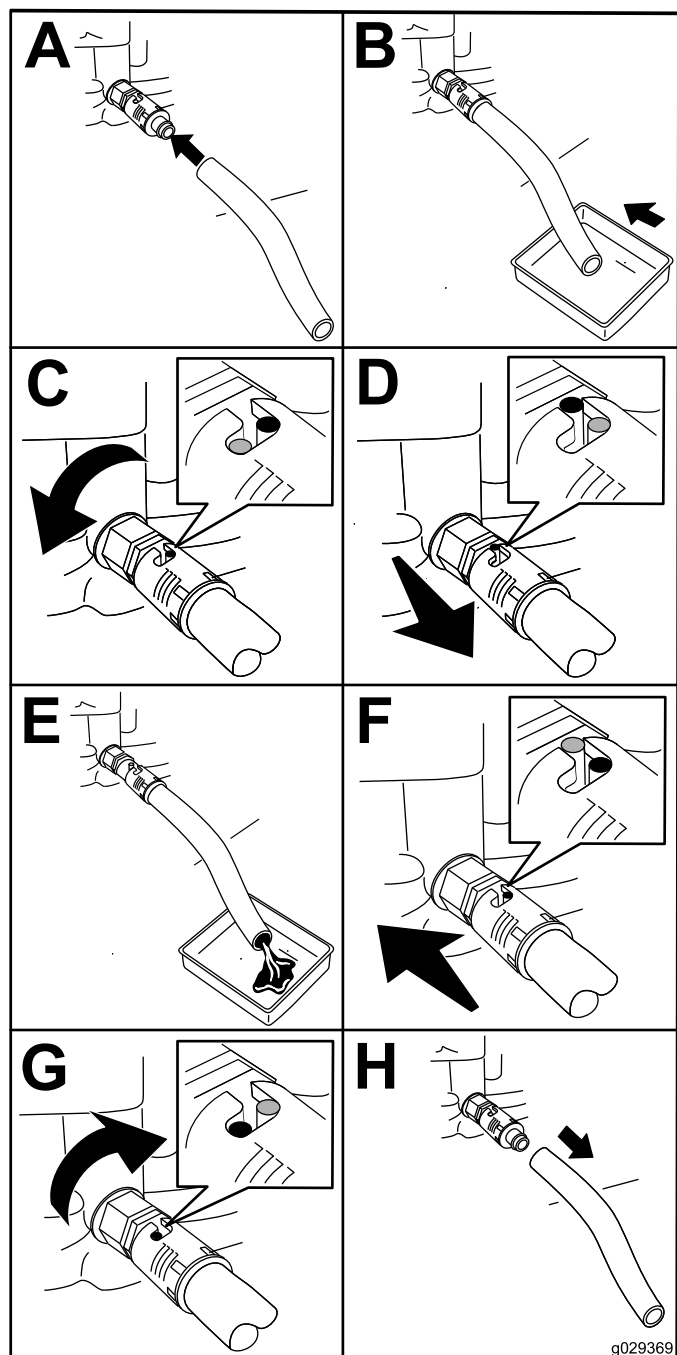

Figure 29
1. Branchez le flexible de vidange au robinet de vidange (Figure 29).
2. Placez l'autre extrémité du flexible (Figure 29) dans un bac de vidange de 1 litre de capacité.
3. Tournez le robinet de vidange d'huile de 1/4 de tour dans le sens antihoraire et vidangez toute l'huile moteur (Figure 29).
4. Tournez le robinet de vidange de 1/4 de tour dans le sens horaire pour le fermer (Figure 29).
5. Enlevez le flexible de vidange (Figure 29) et essuyez l'huile éventuellement répandue.